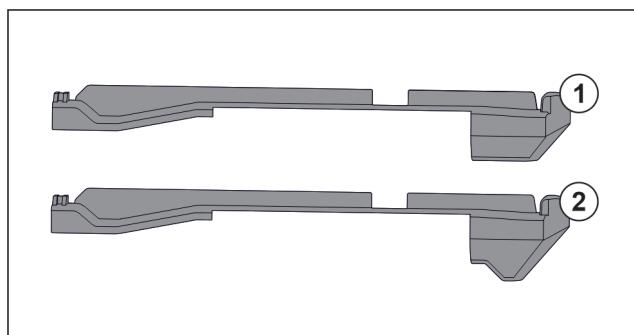

Fig. 56 Сравнение вставных частей
В устройстве находятся две разные вставные части. Вставная часть над самым нижним выдвижным ящиком Fig. 56 (2) имеет треугольную кромку. Все прочие вставные части Fig. 56 (1) имеют прямую кромку.
- Установите вставную часть Fig. 56 (2) с треугольной кромкой над самым нижним выдвижным ящиком.
- Установите вставную часть Fig. 56 (1) с прямой кромкой на все прочие места.